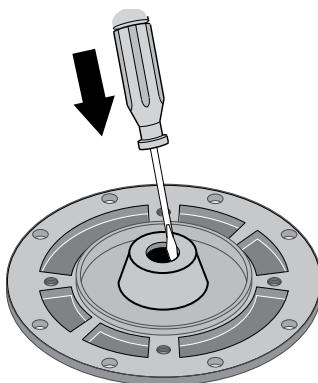

Figure 18 – Retirez le joint
5. Placez la plaque d'étanchéité face à moitié vers le bas sur une surface plane et retirez la moitié fixe du joint (figure 18).